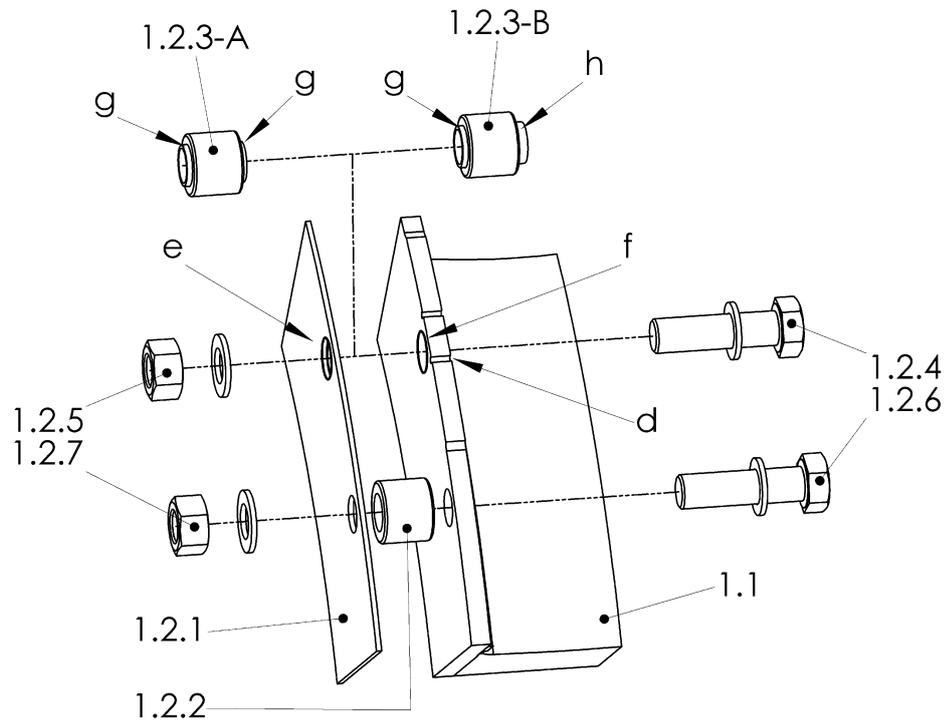

Abbildung 6-12 Einzelheit X: Gummielement und Membran verbinden
- Gummielement (1.1) und Membran (1.2.1) verbinden, siehe Abbildung 6-12, Einzelheit: X .